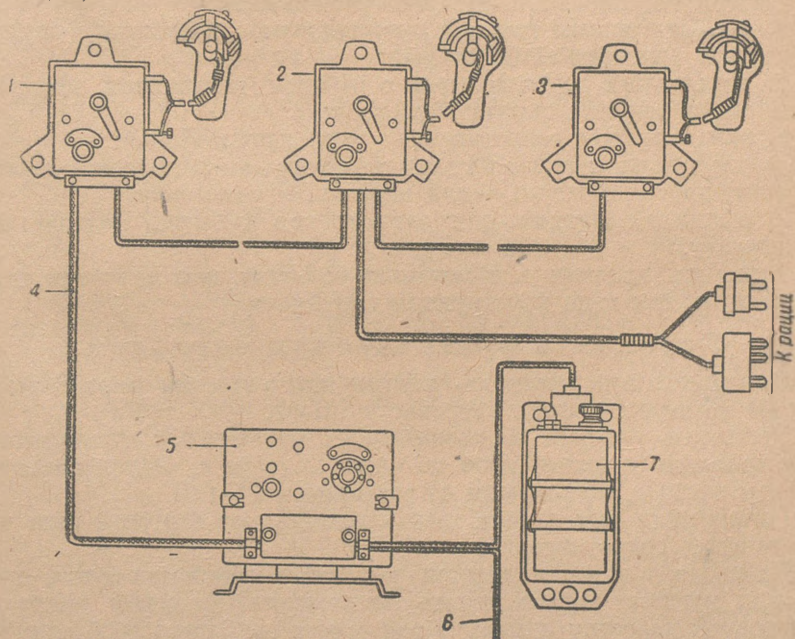

Рис. 99. Монтажная схема ТПУФ:
18. ПЕРЕГОВОРНОЕ УСТРОЙСТВО ТПУФ (рис. 99)